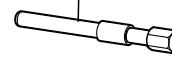

Figura 28. Extractor
5. Si el movimiento axial es en un sentido solamente, quite el embrague usando la herramienta extractora del embrague, N/P 23678. Vea la Figura 28.